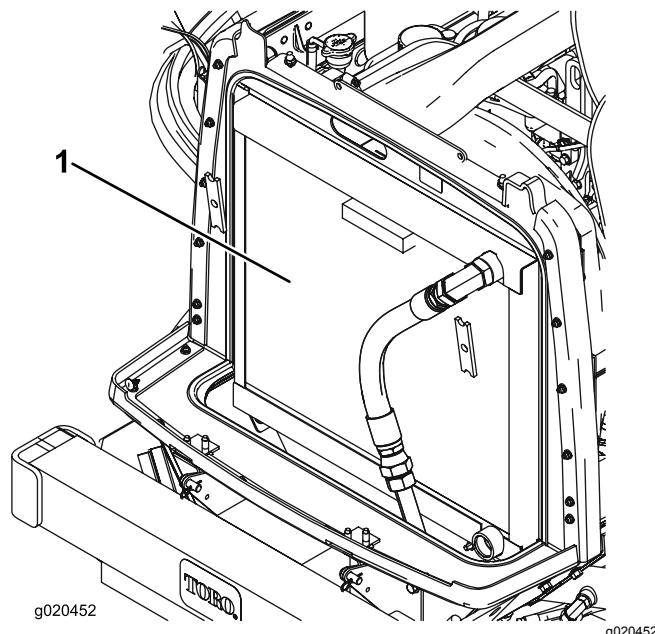

Figura 95
3. Limpie a fondo ambos lados de la zona del radiador/enfriador de aceite con aire comprimido (Figura 95).